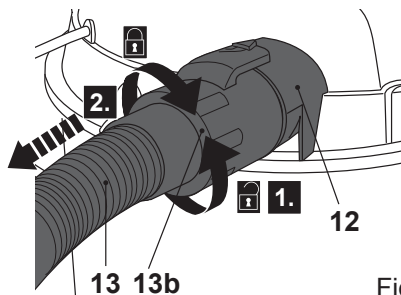

Fig. 13
- > Rode o conector da mangueira (13b) no sentido contrário ao dos ponteiros do relógio a partir da saída de ar (12) para desconectar a mangueira (13) após a utilização (Fig. 13).